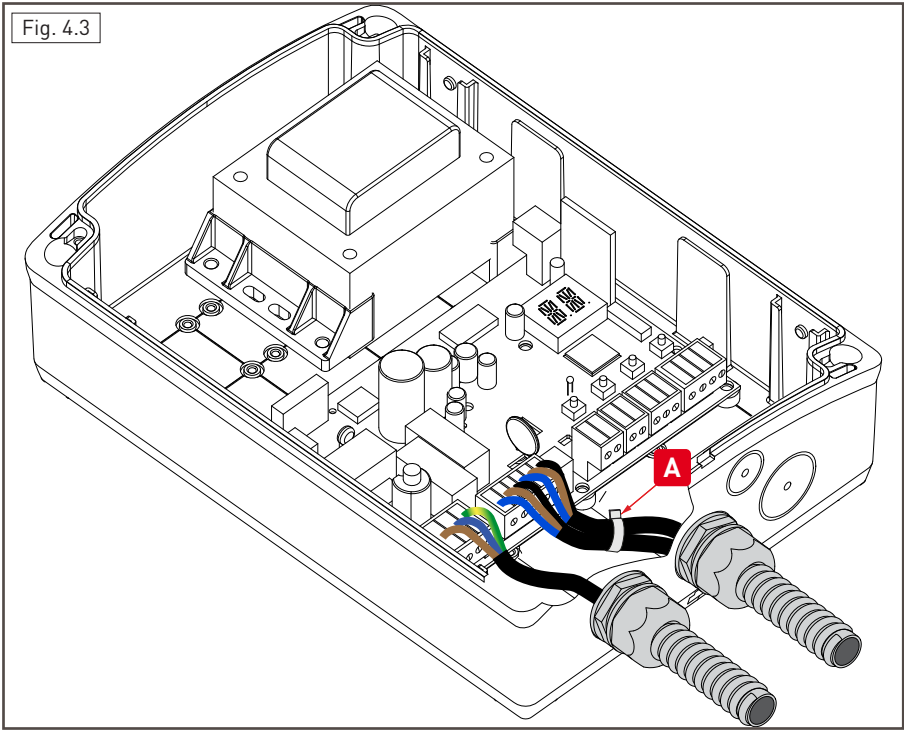

Fig. 4.4
- Ha szükséges, alkalmazza a vezérlődoboz zsanérjait az ön számára megfelelő oldalon a doboz alsó és felső részén. (Fig. 4.4,.)